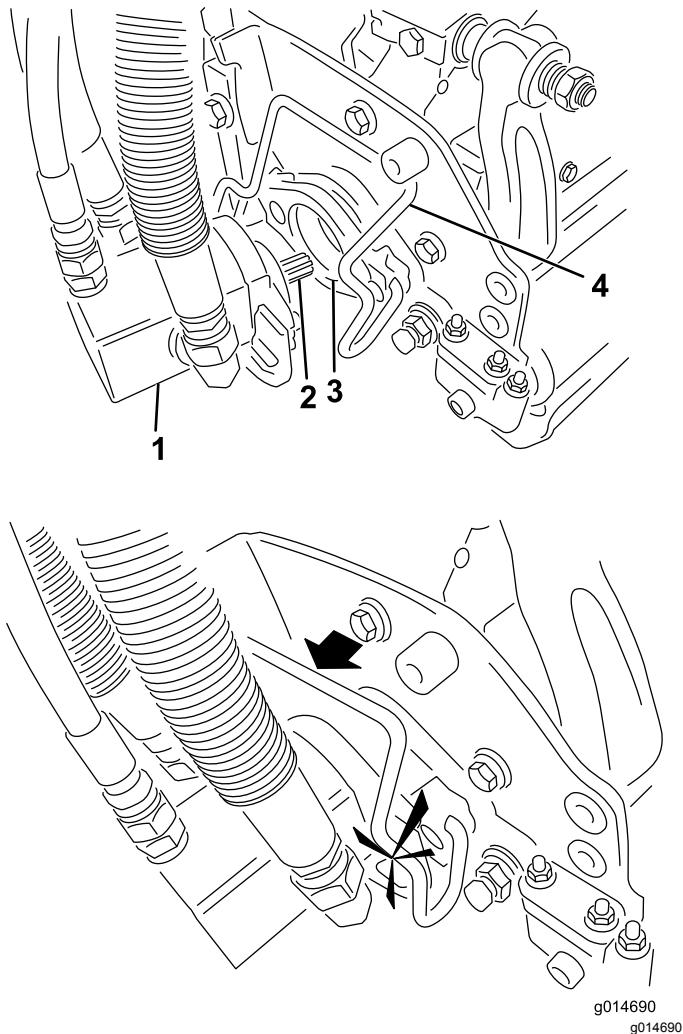

图47
5. 在滚刀组马达的花键轴上涂抹干净的润滑脂图47。
6. 将马达插入滚刀组左侧从操作员的位置看并将滚刀组上的马达固定架拉向马达直到听见马达两侧发出“咔哒”的声音图47。